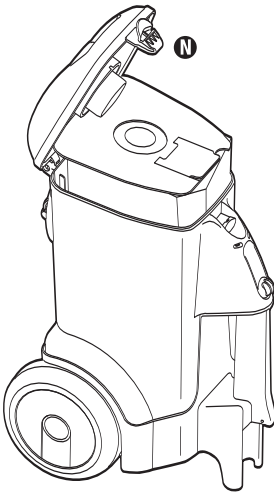

FIG. 10
Step 2: Open lid by pushing down hood latch **N** (Fig. 10).
Étape 2 : Ouvrez le couvercle en appuyant sur le verrou du capot  (Fig. 10).
Paso 2: Abra la tapa presionando la traba de la misma  (Fig. 10).